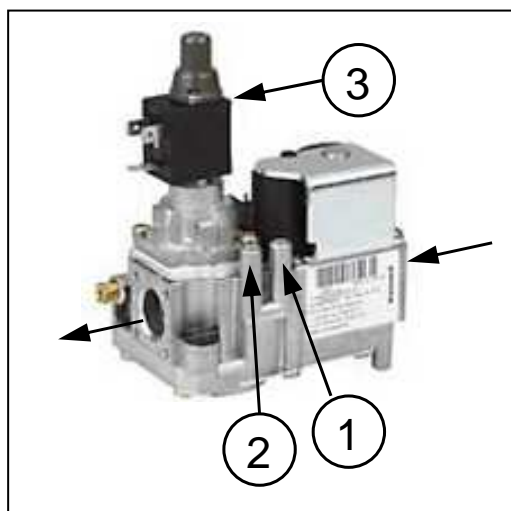
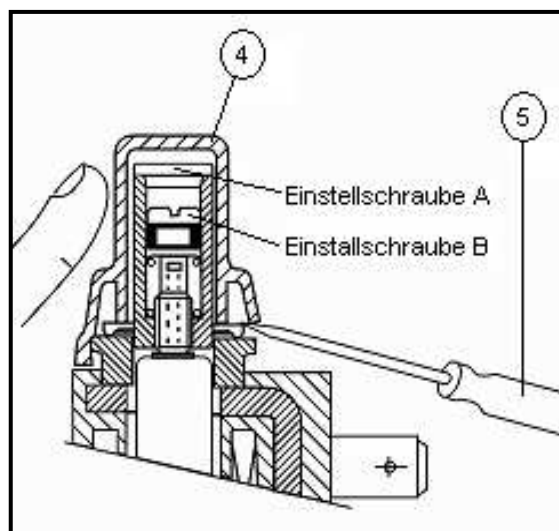

Fig. 3: Electrovalvula (dos etapas)
Fig. 4: Vista en sección de la válvula con el tornillo de ajuste
- ⇒ Abra la boquilla de prueba (1) (Fig. 3).
- ⇒ Abra la boquilla de prueba (2) (Fig. 3).
- ⇒ Conecte un dispositivo de medición de presión a la boquilla de prueba (2) y determine la presión en inyector.
- ⇒ Utilice un destornillador pequeño (5) para retirar la carcasa (4) de la toma (3). Coloque el destornillador en uno de los espacios y levante la carcasa con el destornillador y la mano (Fig. 4).